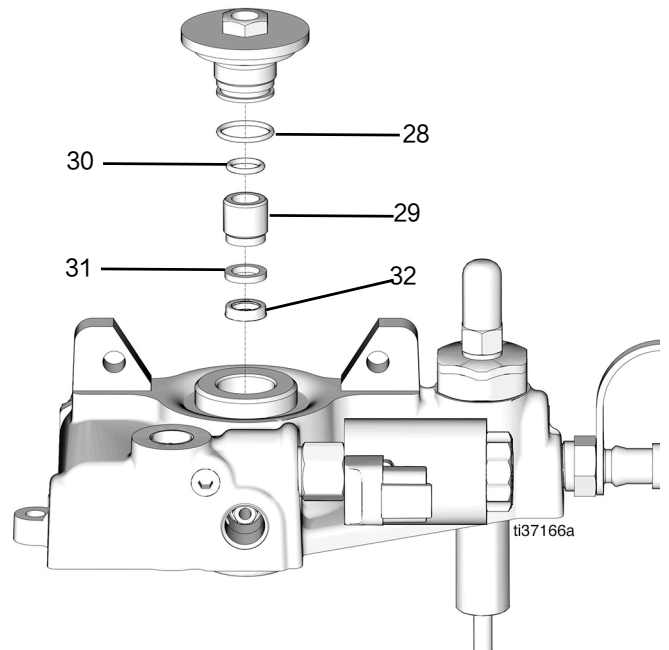

图 48
31. 从固定螺母上卸下外部 O 形圈 (28) (图 48)。
32. 卸下喉管螺丝 (29)，以到达内部 O 形圈 (30) (图 48)。
33. 从泵外壳上卸下铜垫圈 (31)(图 48)。
34. 卸下喉管密封件 (32) (U 形杯) (图 48)。